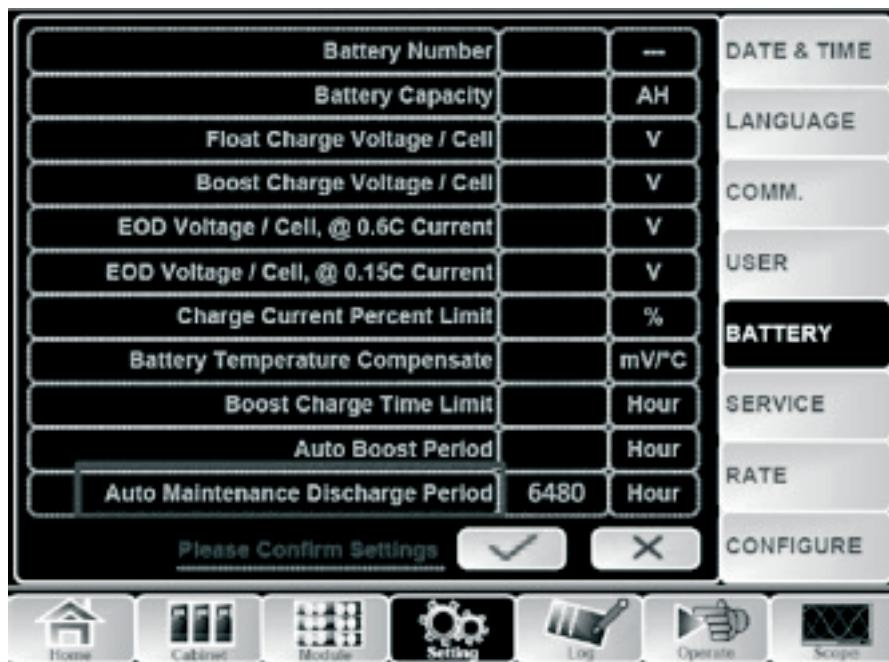

Рисунок 4-4. Настройка периода автоматического тестирования батарей
- b. Установка периода для автоматического теста АКБ. Зайдите на страницу «BATTERY» в меню «Setting» (см. Рис. 4-4), задайте период времени в поле «Auto Maintenance Discharge Period» и подтвердите.